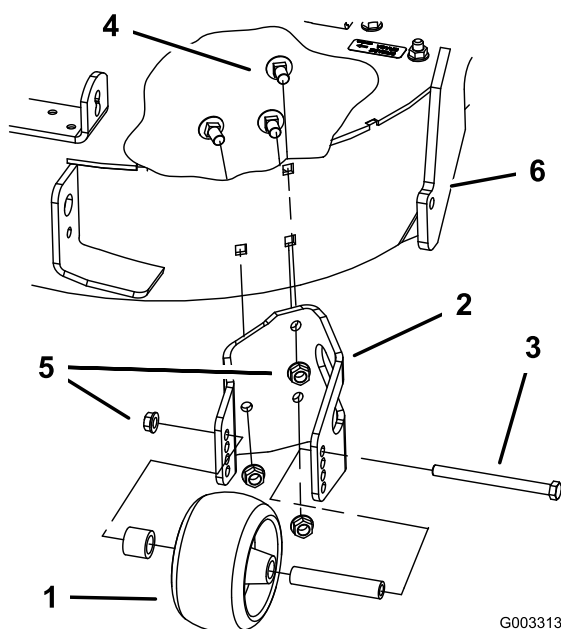

Figura 4
2. Remova o rolo anti-danos do suporte desapertando e removendo a porca flangeada (3/8 pol.) e parafuso do eixo (3/8 x 4-1/2 pol.) como apresentado em Figura 4. Guarde todas estas peças para utilização posterior.
3. Remova os três parafusos de carroçaria (3/8 x 3/4 pol.) e porcas flangeadas (3/8 pol.) que prendem o suporte ao cortador (Figura 4). Guarde todas estas peças para utilização posterior.